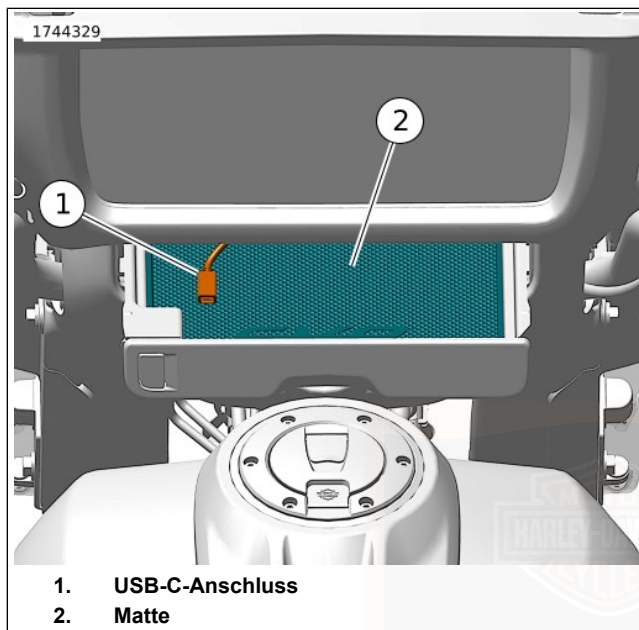

Abbildung 58. Medienfach (offen)
USB- oder Mediengerät anschließen: Siehe Abbildung 58 . Das Gerät mit dem USB-C -Anschluss (1) verbinden. Das Gerät auf die gepolsterte Matte (2) legen. Die Klappe des Fachs schließen.